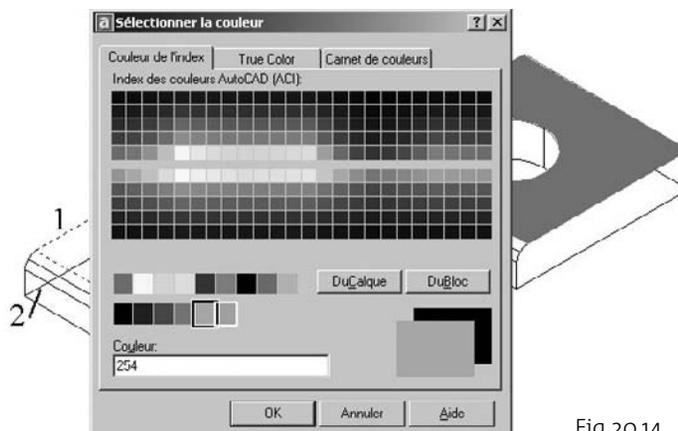

Fig.20.14
**Pour changer la couleur d'une face sur un solide 3D, la procédure est la suivante (fig. 20.14) :**